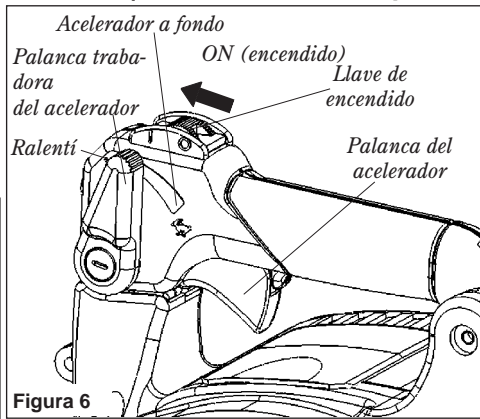

Figura 6
4. Deslice el interruptor de encendido hasta la posición "I" (ENCENDIDO) y después pulse la palanca del acelerador hasta la mitad y trabe el acelerador moviendo la palanca de seguridad del acelerador hasta la mitad, hacia abajo. Consulte la Figura 6.